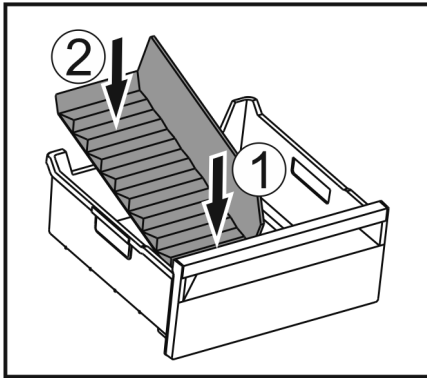

Fig. 154
- ▶ Introduceți partea frontală a separatorului pentru compartimentul de gheață. Fig. 154 (1)
- ▶ Coborâți partea posterioară a separatorului pentru compartimentul de gheață până la baza sertarului. Fig. 154 (2)